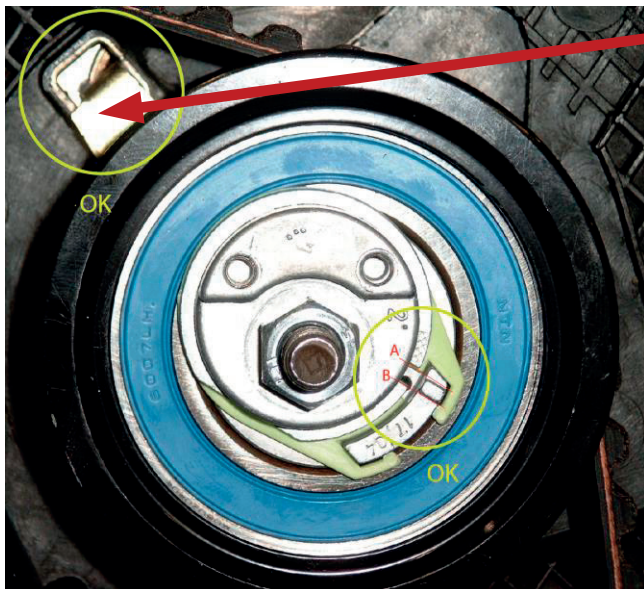

ABB. 3
4. Bauen Sie die neue Spannrolle ein (Mutter handfest anziehen). Der Positionierungshaken muss richtig in der Nut sitzen (Abb. 3). **Er muss an der rechten Nutseite anliegen.** Montieren Sie die neuen Umlenkrollen.